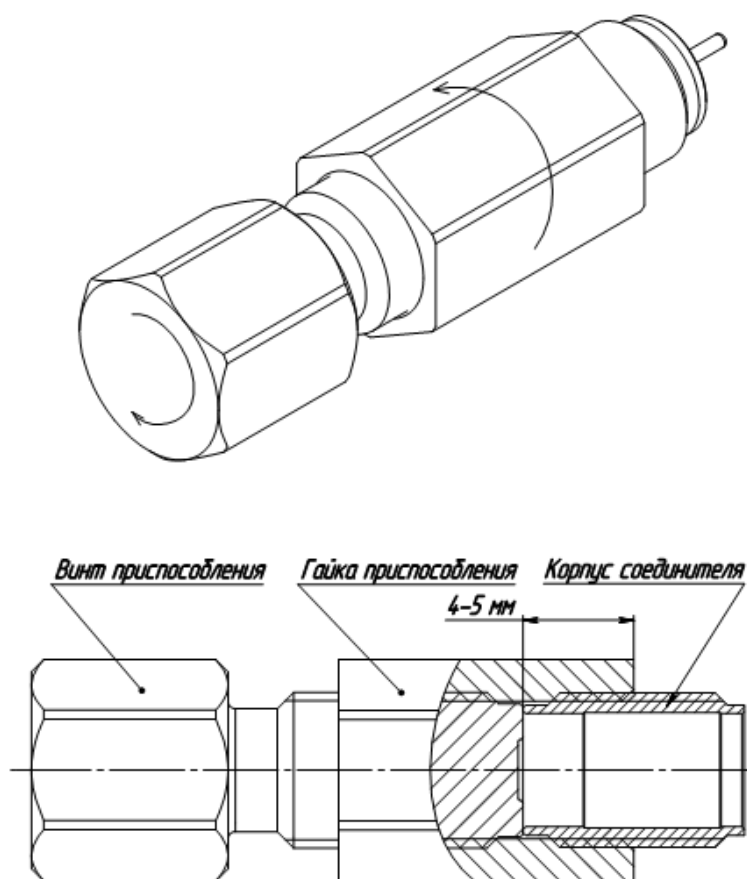

Рисунок 8. Установка корпуса в приспособление 7290-0214.00.000.00-02
8. Вкрутите корпус соединителя в приспособление 7290-0214.00.000.00-02 на глубину 4-5 мм, так чтобы меньшая проточка внутри корпуса осталась снаружи. С другой стороны гайки приспособления вкрутите винт до упора в корпус соединителя, рис. 8. Для фиксации корпуса соединителя в приспособлении используйте два рожковых ключа с зевом 8 мм. Удерживая корпус розетки блочной пальцами и гайку приспособления одним ключом, затяните винт приспособления, используя второй ключ. Направление вращения показаны стрелками на рис. 8. После фиксации, корпус соединителя не должен выкручиваться из приспособления 7290-0214.00.000.00-02.
10. Установите коаксиальный ввод в корпус соединителя, как показано на рис. 8.